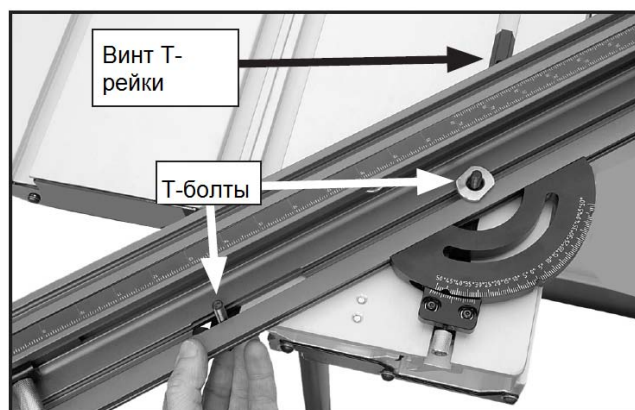
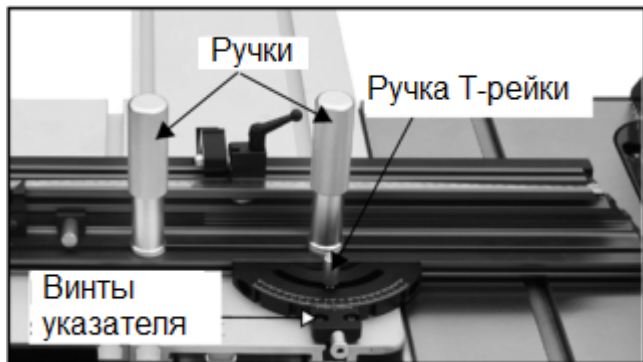

Рис. 7. Установка Т-образных болтов упора
Рис. 8. Установлены поворотные ручки упора.
13. Вставьте Т-образный болт под поворотным механизмом упора в Т-образный паз подвижного стола возле пильного диска, как показано на рис. 7.
14. Расположите узел упора вдоль Т-образных пазов стола, затем затяните передний установочный винт (см. рис. 7) и фиксирующую ручку Т-образной рейки (рис. 8), чтобы зафиксировать поворотный механизм на месте.
15. Используйте угольник, чтобы установить упор точно на 90° к пильному диску, затем закрутите и затяните две поворотные ручки на Т-образные болты упора, как показано на рис. 8.
16. Указатель шкалы должен находиться на 0° . Ослабьте винты указателя (рис. 8), выровняйте метку указателя и значение шкалы 0° , затем затяните винты указателя.
Ослабьте установочный винт и фиксирующую ручку (рис. 7, 8) Т-образной рейки, расположите упор вдоль подвижного стола, затем затяните установочный винт и фиксирующую ручку.